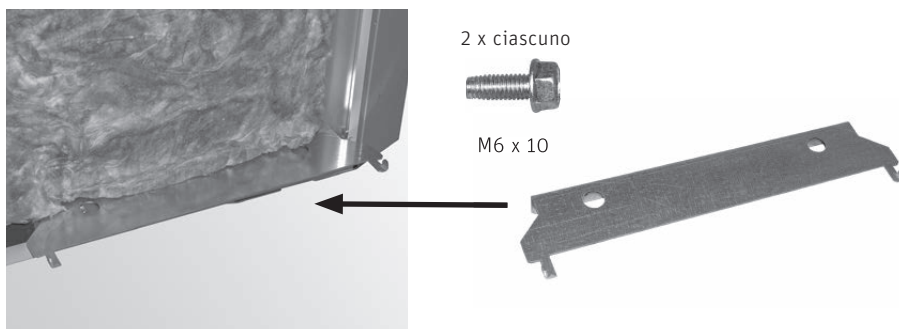

Fig. 91 Fissare l'angolare di posizionamento sulla base
- ▶ Fissare l'angolare di posizionamento, con il bordo ripiegato verso l'alto, alla base della caldaia a gassificazione di legna con 2 viti autoformanti TT M6 x 10 – Fig. 91.